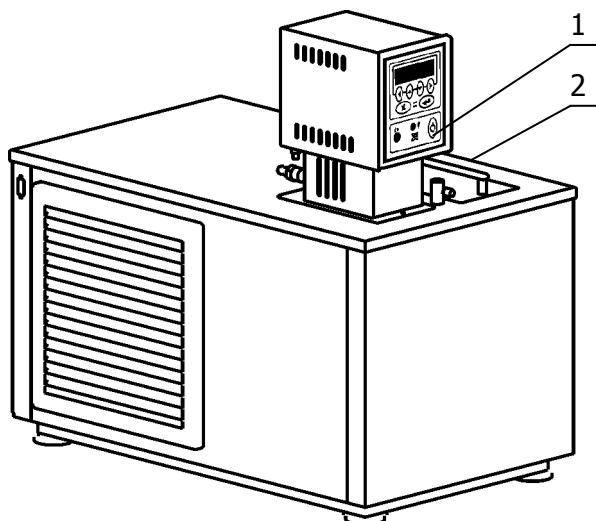
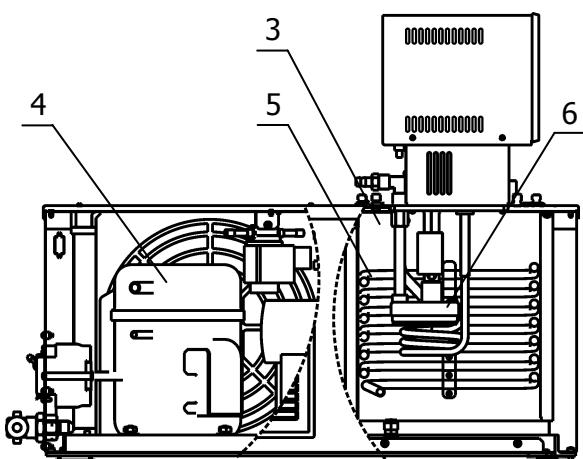

Рисунок 1 — Внешний вид термостата
Рисунок 2 — Устройство термостата
1.4.2 Конструкция термостата состоит из блока регулирования температуры 1 и корпуса 2 (рисунок 1), внутри которого расположена рабочая ванна 3 и размещена холодильная машина 4 (рисунок 2). В рабочей ванне, кроме погруженной части блока регулирования, расположен теплообменник 5 (рисунок 2), по которому прокачивается хладагент при работе холодильной машины. В рабочую ванну устанавливается ванна испытательная, внутри которой расположены корзины (приложение В).
1.4.3 Работа термостата заключается в поддержании заданной температуры теплоносителя, циркулирующего в ванне, а также во внешнем потребителе, в случае его подключения. Циркуляция теплоносителя обеспечивается центробежным насосом 6 (рисунок 2), расположенным в блоке регулирования температуры.
1.4.4 Поддержание заданной температуры теплоносителя осуществляется электронным регулятором, расположенными в блоке регулирования температуры 1 (рисунок 1). Охлаждение теплоносителя осуществляется с помощью холодильной машины 4 посредством теплообменника 5, установленного в рабочей ванне 3 (рисунок 2).